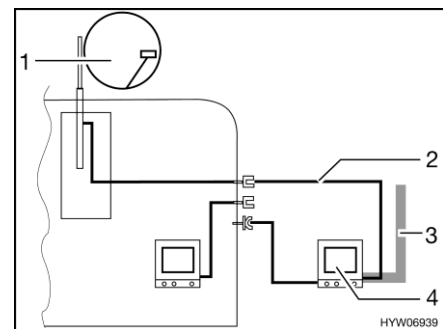

Fig. 223 TV nella tenda veranda
- TV nella tenda veranda (Fig. 223,4): Collegamento all'antenna del tetto (Fig. 223,1) con cavo di collegamento (Fig. 223,2)
- TV nella tenda veranda (Fig. 223,4): Collegamento a antenna esterna (Fig. 223,3)